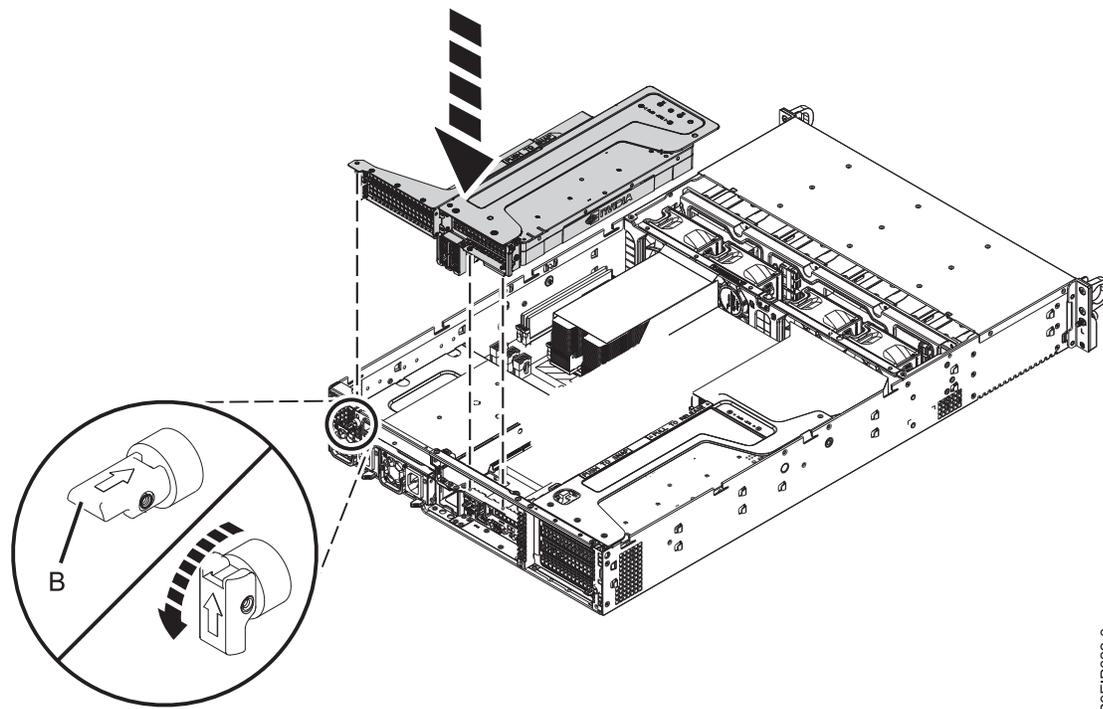

Figura 30. Cómo volver a colocar la tarjeta de expansión PCIe
7. Vuelva a poner la tarjeta de expansión PCIe tal como se muestra en la Figura 30.